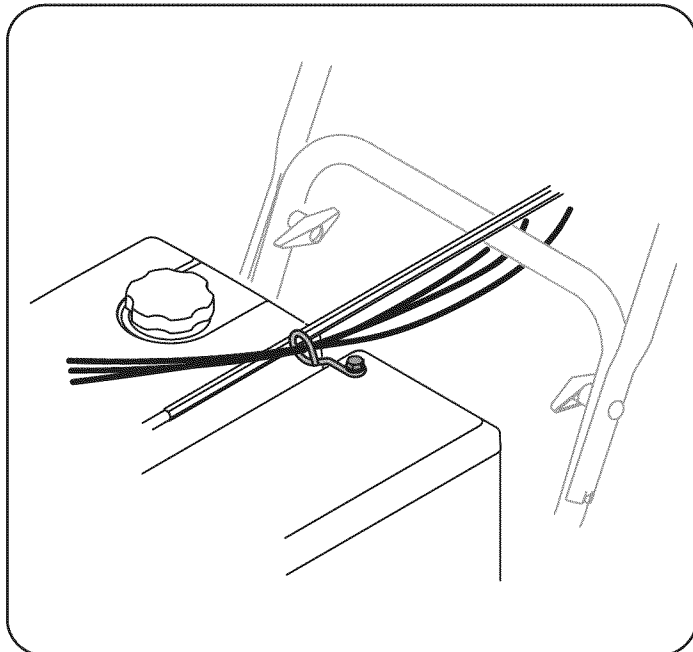

Figura 11
10. Controle que todos los cables estén adecuadamente dirigidos a través de la guía de cables en el motor. Vea la Figura 11.